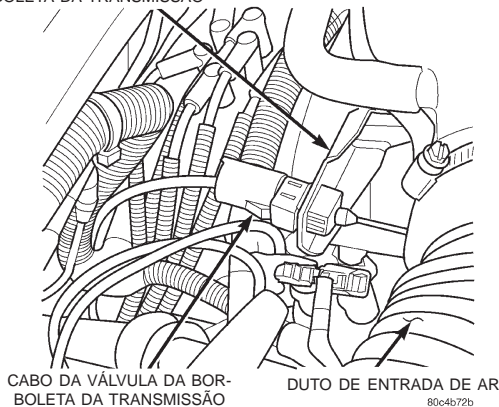

Fig. 47A Remoção/Instalação do Cabo da Válvula da Borboleta
- (1) Desconecte o cabo negativo da bateria.
- (2) Remova o conjunto do filtro de ar.
- (3) Remova a vareta de medição de óleo do motor.
- (4) Desligue a tampa do distribuidor e afaste-a do capô.
- (5) Remova o defletor de ar da ventoinha. Consulte "SISTEMA DE ARREFECIMENTO".
- (6) Desconecte da carcaça da borboleta e do suporte de montagem, o cabo da válvula da borboleta (Fig. 47A).
- (8) Instale o bujão de drenagem. Aperte os parafusos com um torque de 34 N·m (25 pés-lb.).
- (9) Abaixar a transmissão por sobre a barra transversal.
- (10) Instale os parafusos de montagem do coxim traseiro. Aperte os parafusos com um torque de 28 N·m (250 pol.-lb.).
- (11) Levante o motor pelo caminho do cárter de óleo, usando um bloco de madeira entre o macaco e o cárter de óleo.
- (12) Remova os parafusos passadores dos suportes da estrutura e abaixe o motor. Instale os parafusos passadores no isolador da montagem e aperte com um torque de 95 N·m (70 pés-lb.).
- (13) Instale o motor de arranque.
- (14) Instale a tampa de inspeção do conversor de torque da transmissão.
- (15) Instale as braçadeiras que prendem a transmissão ao motor.
- (16) Instale o cano do escapamento.
- (17) Abaixar o veículo.
- (18) Posicione o cabo da válvula da borboleta no suporte, em seguida fixe-o à carcaça da borboleta (Fig. 47A)
- (19) Conecte a tampa do distribuidor.
- (20) Instale a vareta de medição.
- (21) Instale o defletor de ar da ventoinha.
- (22) Instale o conjunto do filtro de ar.
- (23) Conecte o cabo negativo à bateria.
- (24) Abasteça o cárter da manivela com óleo até o nível correto.